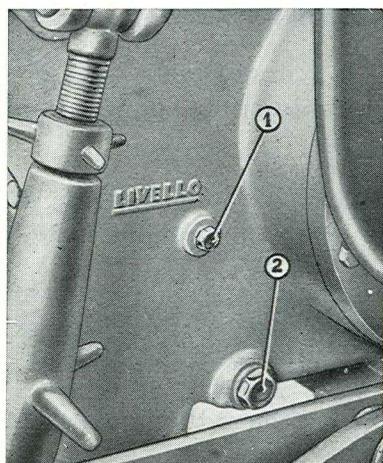
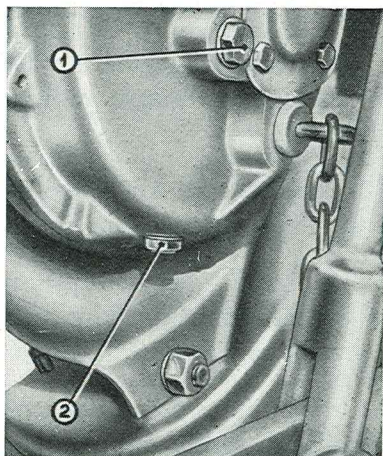

Fig. 16 - CARTER CAMBIO
Fig. 17 - CARTER RIDUTTORE LATERALE
2) Controllare il livello dell'olio nel carter trasmissione-cambio (fig. 16).
4) Verificare il livello dell'olio nei carters dei riduttori laterali, ed eventualmente aggiungere olio Landini L.O.T.ffiC (fig. 17).
1) Sostituire l'olio nel carter della trasmissione e del cambio (fig. 16 nei carters dei riduttori laterali (fig. 17).